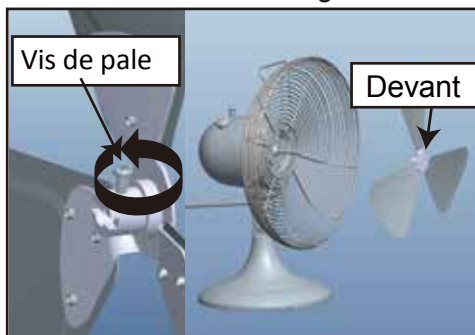

Figure 3.
3. Retirez le manchon en plastique de l'axe du moteur. Desserrez la vis de l'arrière de la **Pale du ventilateur**. **Figure 3**